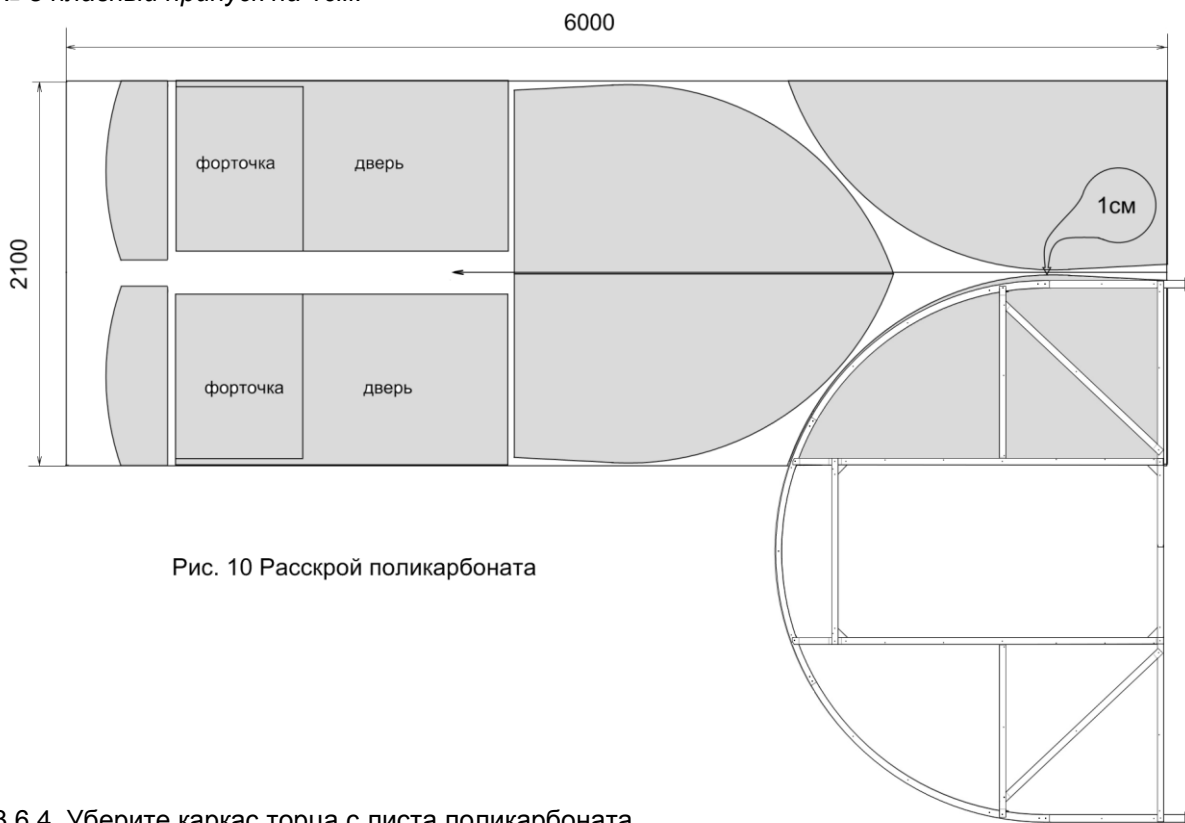

Рис. 10 Расскрой поликарбоната
3.6.1. Положите лист поликарбоната размером 2,1 х 6 м на ровный участок. На листе поликарбоната прочертите посередине, вдоль листа, маркером линию на длину примерно 3,60 м. (см. рис. 10).
3.6.5. Возьмите вырезанную деталь покрытия и, используя как шаблон (с учетом изменений) маркером начертите оставшиеся три заготовки покрытия торцов на листе поликарбоната (см. рис. 10). Аккуратно вырежьте оставшиеся три боковые детали покрытия торца.